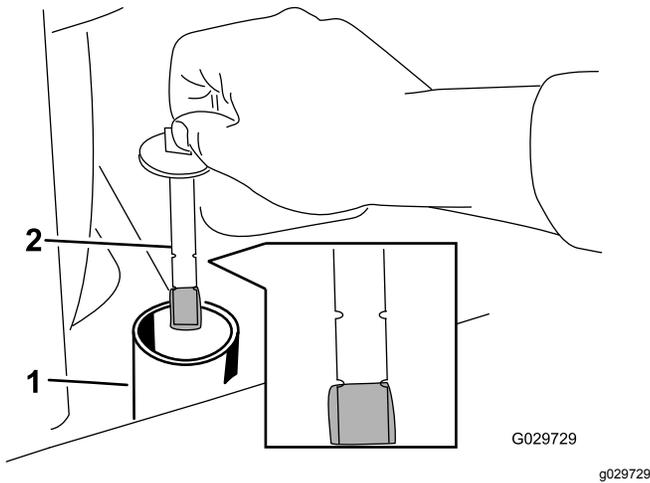

図 72
6. 油圧オイルタンクのキャップとディップスティックを外す 図 72。